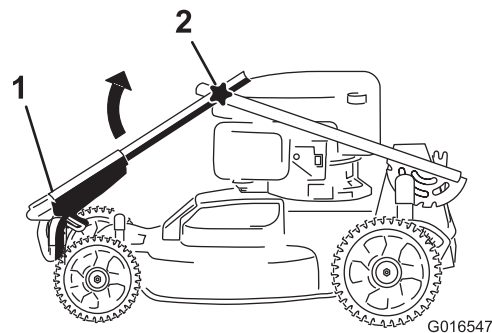
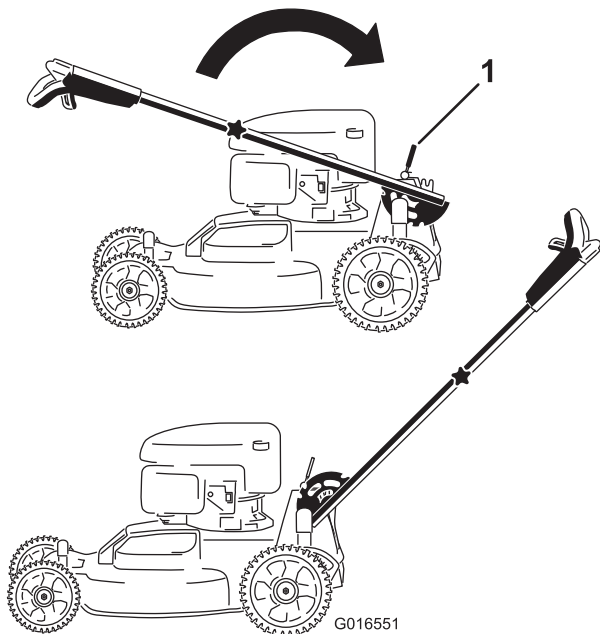

Figura 3
Figura 4
- Gire el manillar superior hasta que se acople al manillar inferior (Figura 3) y apriete ambos pomos del manillar para bloquear el manillar superior en su lugar (Figura 4).
2. Suelte la palanca de bloqueo del manillar (Figura 4).
3. Tire del manillar hacia atrás y bloquéelo en esa posición (Figura 4).